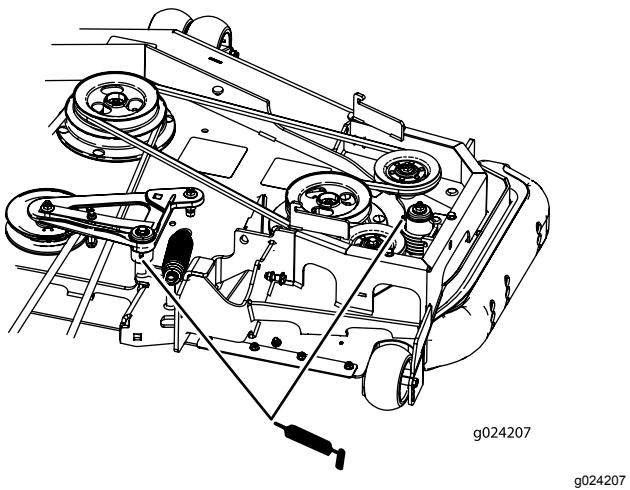

Figura 40
7. Engrase los brazos tensores de la correa de la carcasa (Figura 40).